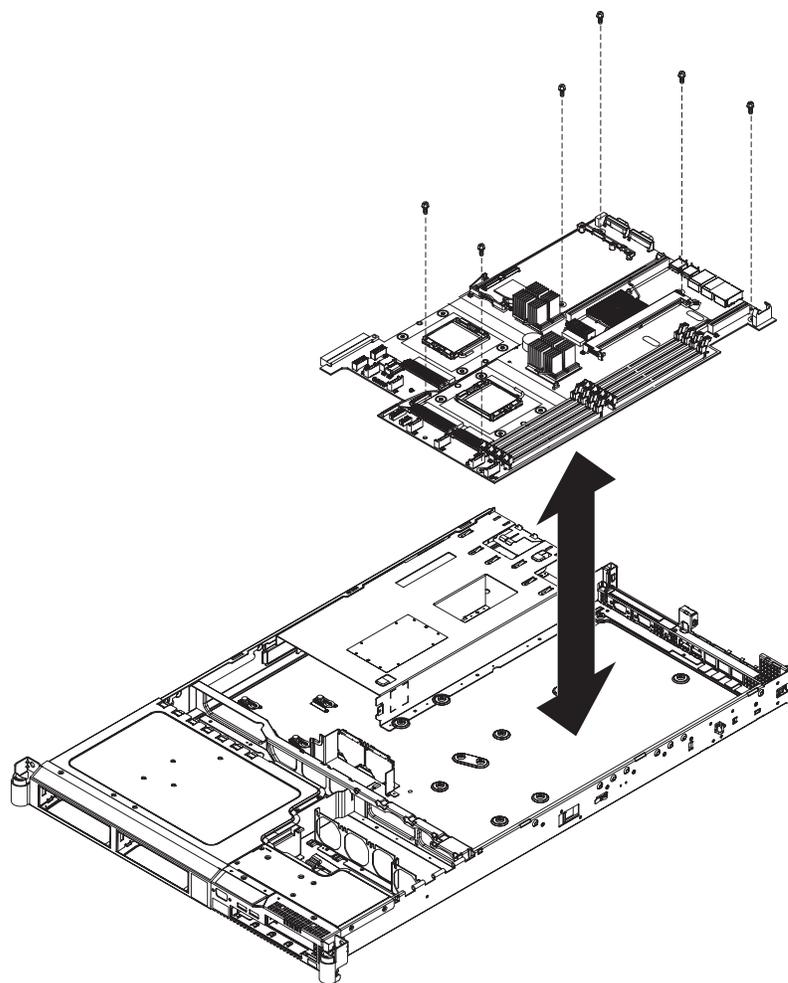

図 205. SAN ボリューム・コントローラー 2145-8G4 システム・ボードを固定するねじの配置
19. システム・ボードをシャーシに固定しているシステム・ボード上の 6 個のねじを取り外します (245 ページの図 205 を参照)。